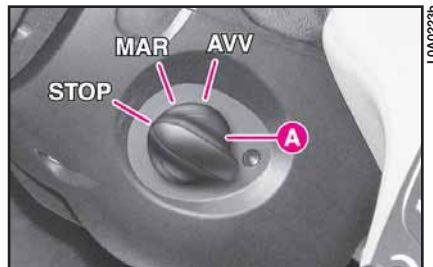

fig. 22
- para acceder al tablero de instrumentos gire el botón **A** (fig. 22) a la posición **MAR**
- para poner en marcha el motor gire el botón **A** (fig. 22) a la posición **AVV**, soltándola en cuanto el motor se ponga en marcha
El coche está equipado con un conmutador dirigido por el botón **A** (fig. 22), que permite activar las funciones **STOP**, **MAR** y **AVV** del conmutador de arranque.
que el propietario abandona el coche, la pantalla del tablero de instrumentos visualizará el mensaje “**LLAVE NO PRESENTE EN EL COCHE – VEHÍCULO NO SE PUEDE PONER EN MARCHA**”. El motor permanecerá en marcha y el tablero encendido hasta que se gire nuevamente el botón **A** (fig. 22) a la posición **STOP** y no será posible poner en marcha el motor hasta que un dispositivo CID válido en el habitáculo sea reconocido.